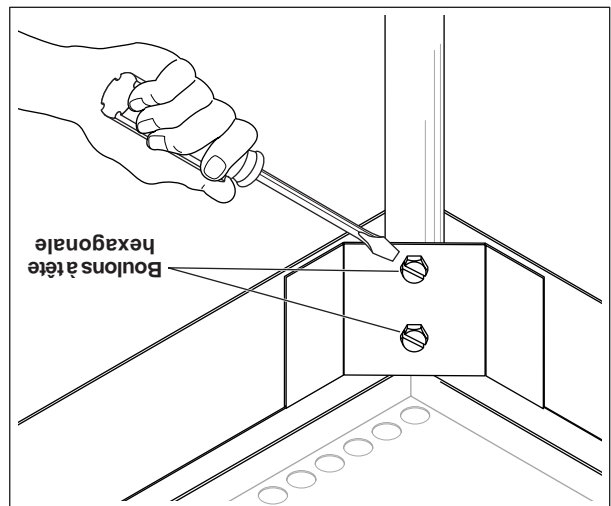

Figure 5
2. Installer deux boulons à tête hexagonale par patte pour fixer le bâti du grilloir dans le support de patte (Fig. 5). (Appliquer de la colle-trein sur le filetage.)